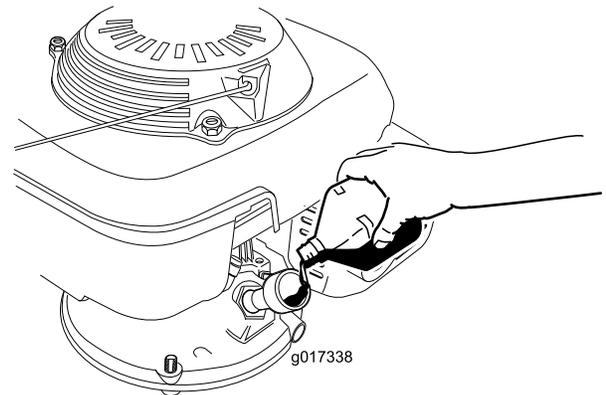

图8
3. **慢慢**将机油倒入注油孔等待 3 分钟将量油尺擦干后插入注油孔 **不是拧入加油盖** 检查量油尺上的机油油位 图8。